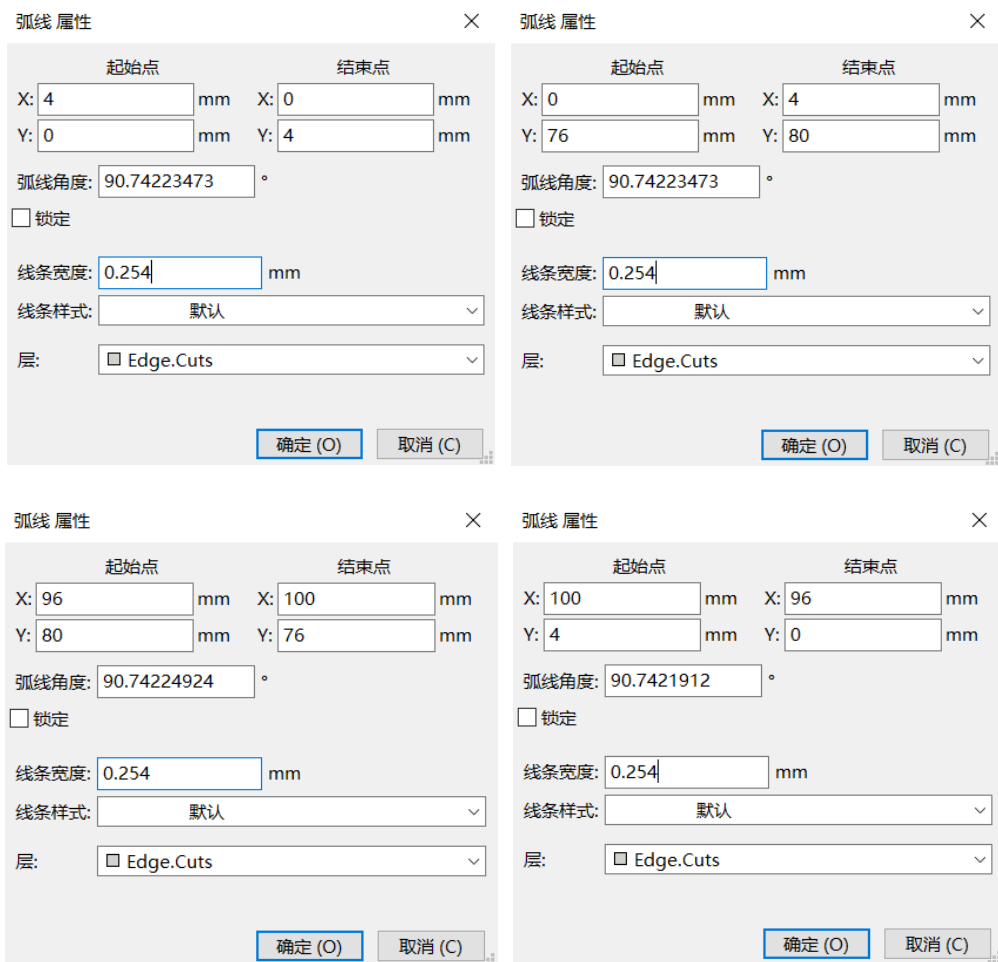

图 6-10 弧线信息
(3) 将四根线的位置信息编辑完成之后会得到一个没有闭合的矩形。剩下四个角我们需要将其添加上圆角，圆角可以防止被 PCB 板割伤。首先将层切换到 Edge.Cuts 层，执行菜单栏“防止 (P)”→“绘制弧线”命令，或直接使用快捷键“Ctrl+Shift+A”随意绘制一个弧线。
(4) 双击所绘制的弧线在弧线属性对话框中填入如图 6-10 所示的信息。